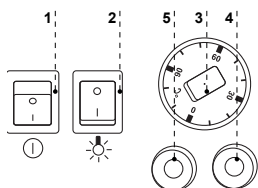

Рис.8 Пульт управления
- Включить кнопку главного выключателя Рис.8/1 (стр.25), что вызовет включение электрических грелок ванны бемара
- При помощи поворотной ручки Рис.8/3 (стр.25) установить требуемую температуру
- Включить кнопку выключателя освещения Рис.8/2 (стр.25)
Бемеар оснащен регулятором уровня жидкости SPW-4, предназначенным для управления и контроля уровня воды в ванне. Регулятор оснащен звуковой и световой сигнализацией Рис.8/4;5 (стр.25), представляющей состояние работы бемеара.
Бемар оснащен механическим регулятором температуры. Датчик температуры размещен в ванне бемара. При помощи поворотной ручки регулятора Рис.8/3 (стр.25) устанавливаем требуемую температуру воды в ванне посредством ее поворота и установки с соответствующем положении. Вращение поворотной ручки по направлению движения часовой стрелки вызывает увеличение установленной влажности, а в обратном направлении вызывает ее уменьшение. Вращение поворотной ручки влево до конченого положения вызывает выключение работы грелок, несмотря на включенное питание